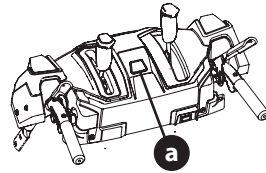

Figura 75
1. Botón de arranque sin cuerda a batería: El botón de arranque sin cuerda a batería (a) está ubicado en el centro del panel de la manija. Después de ajustar los controles del motor según sea necesario, al presionar el botón de arranque sin cuerda a batería se activa el arrancador eléctrico del motor (Figura 75). Consulte el Manual del operador del motor para obtener más información sobre cómo usar los controles del motor.